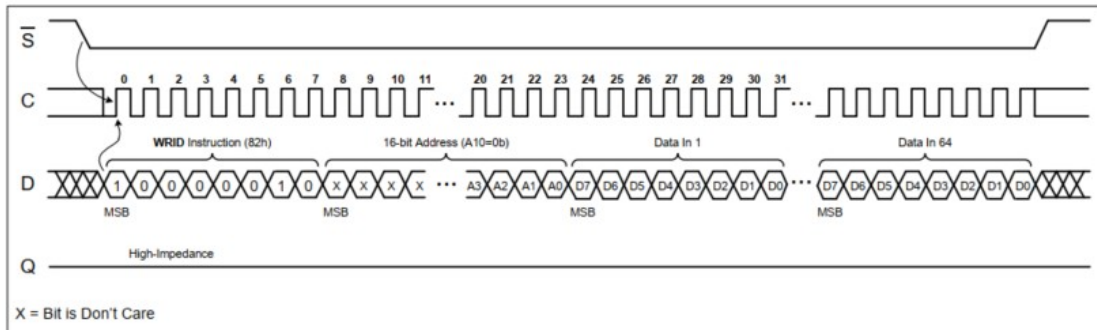

图 4-10 写入标识页
WRID 指令定义为先驱动低电平的芯片选择信号。然后, 指令字节 (82h)、地址字节和至少一个数据字节的位在串行数据输入 (D) 上移入。地址位 A10 必须为 0。高位地址位不重要, 低位地址位 A5:A0 地址位定义标识页内的字节地址。通过在输入数据的字节边界处驱动芯片选择高电平来终止指令 (见图 4-10)。如果标识页未在只读模式下锁定, 则芯片选择上升沿触发自动定时写入周期, 该周期持续 tWC。